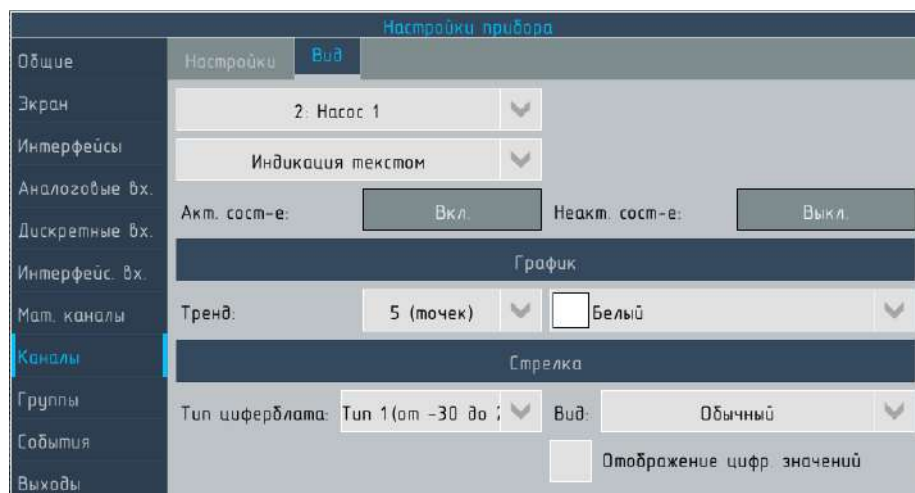

Рисунок 6.66 – Настройки прибора. Раздел "Каналы", вкладка "Вид", настройки вида канала с аргументом "Лог.вход" или "Событие", индикация текстом
На вкладке отсутствуют элементы для настройки шкалы – для "гистограммы" и "стрелочного прибора" они строятся автоматически от 0 до 1, для "графика" шкала настраивается на вкладке "Настройки", см 6.9.1.2. Выпадающий список для выбора настраиваемого режима отображения (см. 6.9.4) отсутствует – все параметры, доступные для настройки вида в режимах "График" и "Стрелка" доступны непосредственно на вкладке, а для режима "Гистограмма" такие параметры не предусмотрены см. рисунок 6.66. Метки на шкале (см. 6.9.4.4) так же недоступны.
- ▶ "Индикация текстом" – значение канала выводится в виде текста (до 12 символов) для каждого из двух состояний. Для ввода текста ниже списка выводятся два поля для ввода текста, см. рисунок 6.66.